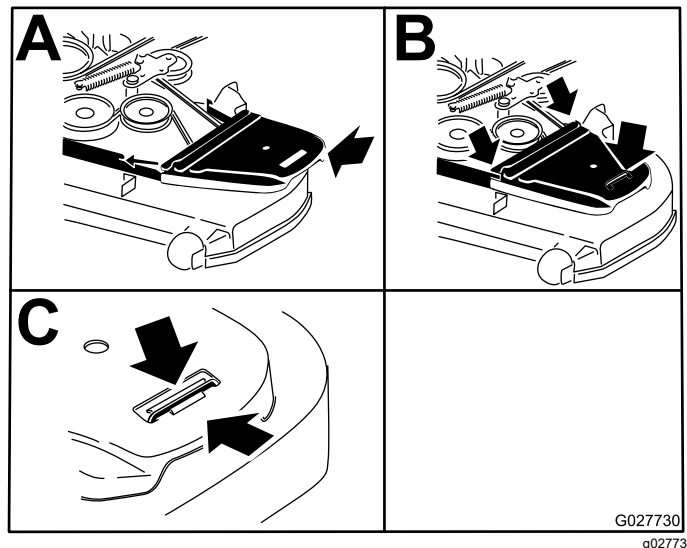

Figura 73
12. Instale las cubiertas de la correa (Figura 73).